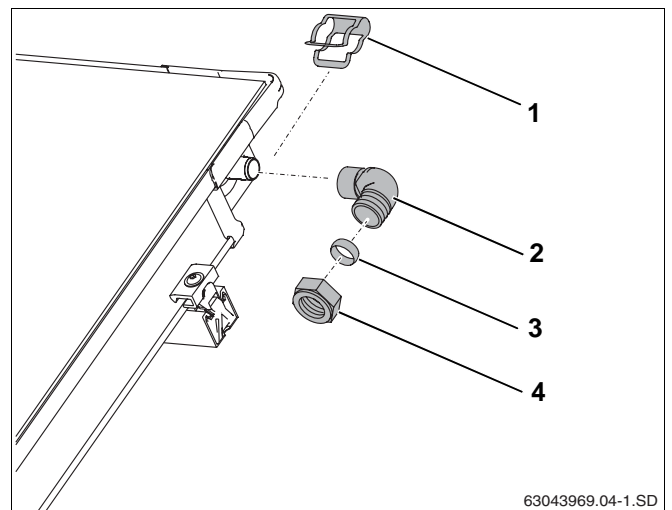

Bild 57 Montera framledning (utan avluftare på taket)
- ▶ Skjut vinkeln (bild 57, **pos. 2**) med skärring och överfallsmutter till solpanelsanslutningen.
- ▶ Säkra vinkeln med klämma (bild 57, **pos. 1**).